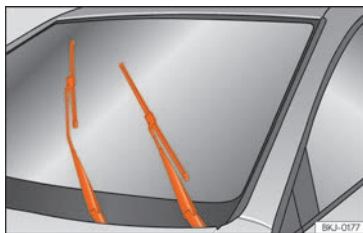

Fig. 80 Essuie-glace en position d'entretien.
- Connectez puis coupez le contact d'allumage puis (après environ 9 secondes), déplacez le levier des essuie-glaces vers le bas (balayage bref). Les balais se déplacent à la position de maintenance »» fig. 80.